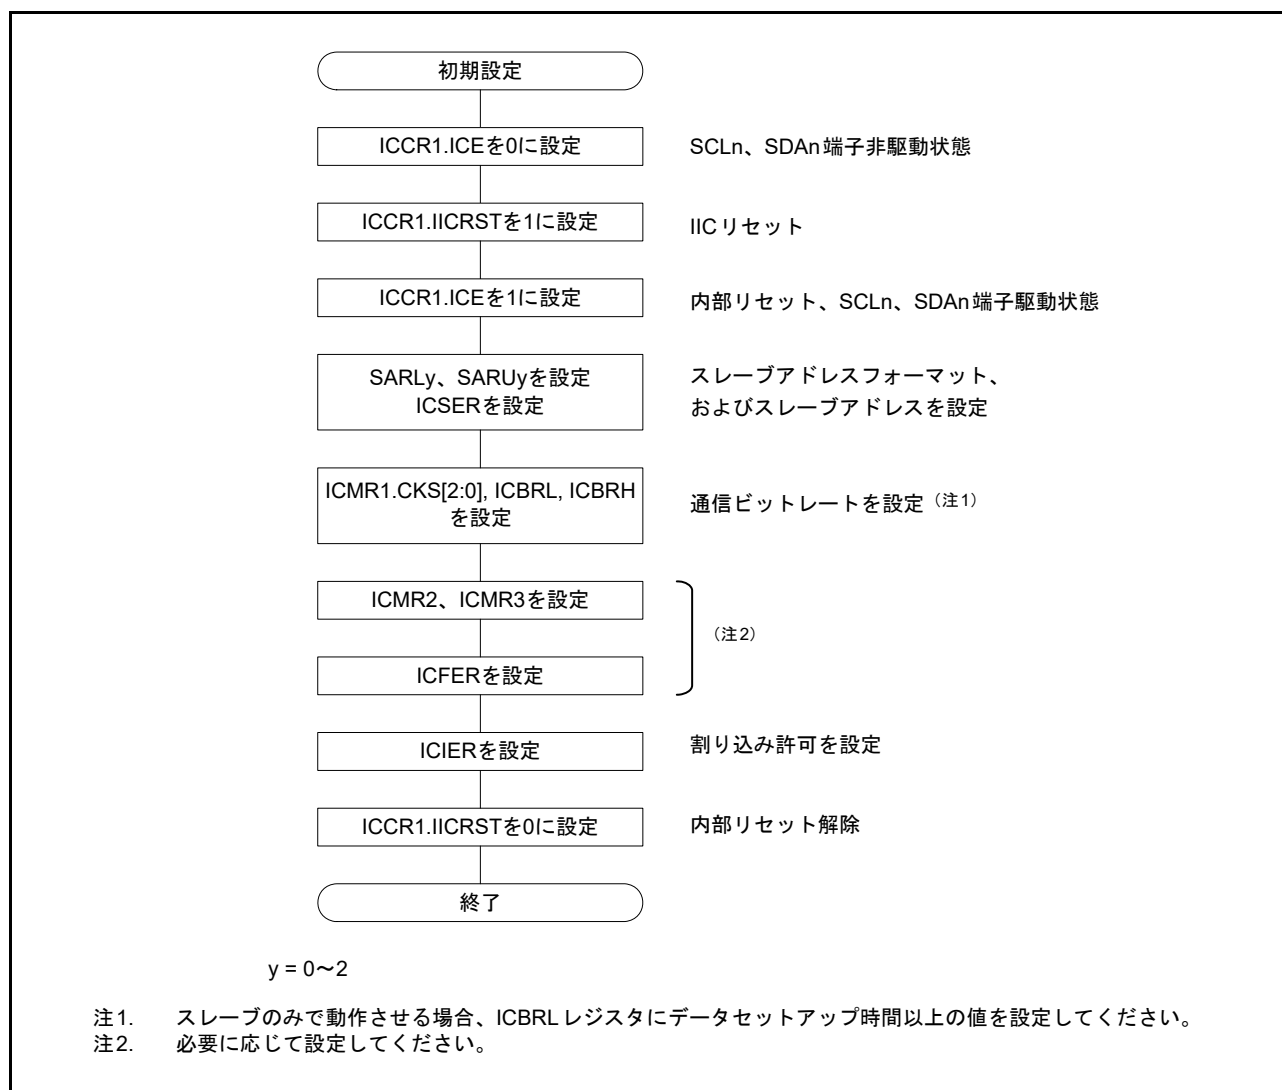

図 30.5 IIC の初期化フローチャート例
データの送受信を開始する前に、図 30.5 に示す手順に従って IIC を初期化してください。
4. SARLy、SARUy、ICSER、ICMR1、ICBRH、ICBRL の各レジスタ (y=0~2) を設定します。必要に応じて、それ以外のレジスタも設定します。IIC の初期設定については、図 30.5 を参照してください。